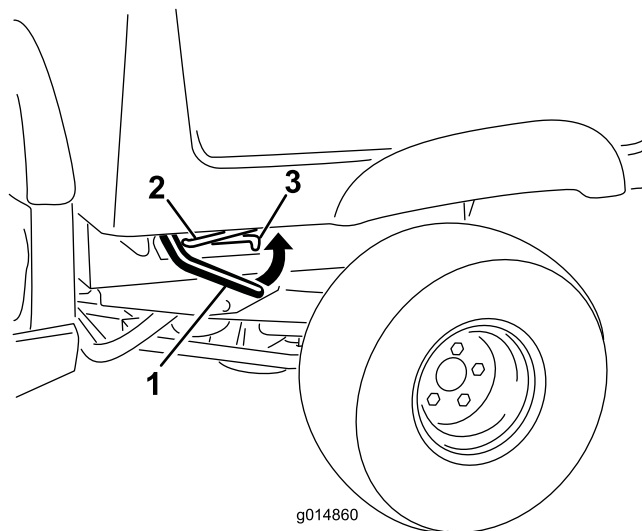

図 1
1. 荷台の前側の角部の近くにあるラッチレバーを持ち上げて、荷台を完全に上昇させる図1。
2. 荷台が上がったら、車体の左側ブレームについている支え棒を、荷台の底部についているスロットの奥まで入れて荷台を支える図1。
9. 荷台の前側の角部近くあるラッチレバーを持ち上げて 図 1。